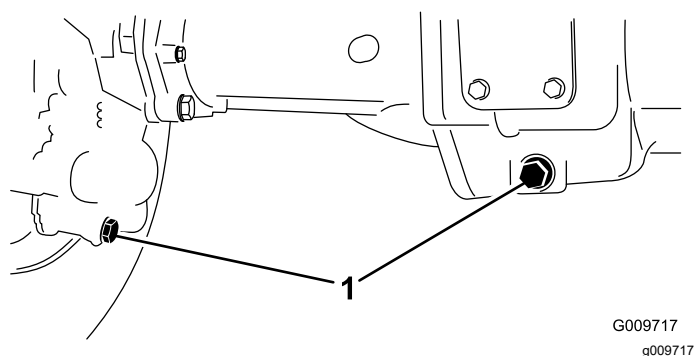

图 66
2. 清洁 3 个排油塞的周边区域——两端各 1 个中间 1 个 (图 66)。